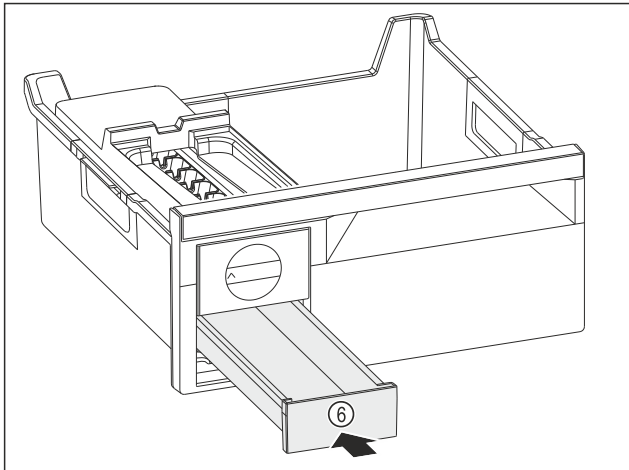

Fig. 110
► Eiswürfelschubfach Fig. 110 (6) einschieben.